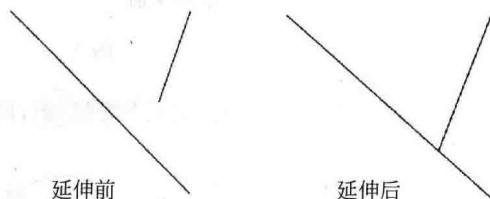

图 1-21 快速延伸
- 快速延伸: 单击“快速延伸”按钮 , 选取延伸的曲线, 将所选定的曲线延伸到最近的曲线或选取边界线, 如图 1-21 所示。